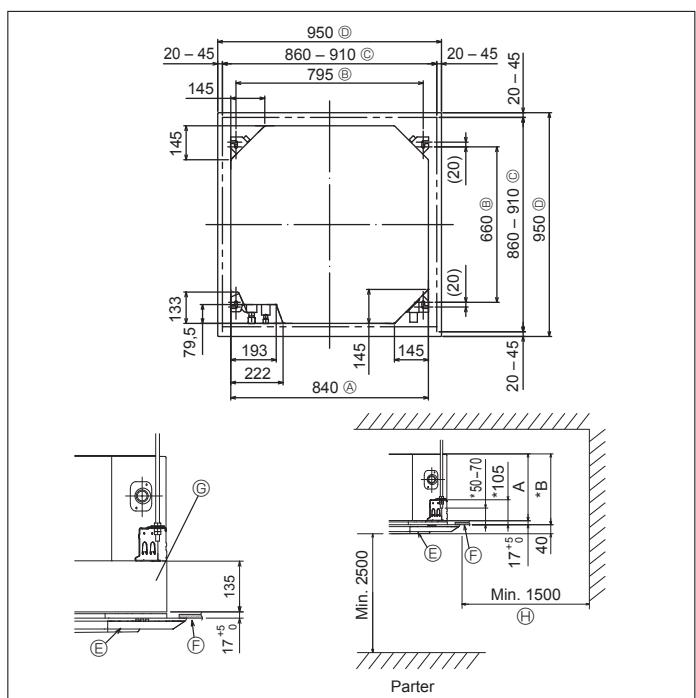

Fig. 3-2
③	Osłona rury (dołącza rur czynnika chłodniczego) Mała średnica Duża średnica	1 1
④	Obejma (duża)	8
⑤	Obejma (mała)	1
⑥	Gniazdo spustowe	1
⑦	Izolacia	1
3.2. Położenie otworów w suficie i instalacja śrub podwieszających (Fig. 3-2)
- * Wyjmiary otworu w suficie można regulować w zakresie pokazanym na Fig. 3-2; wyśrodkować urządzenie główne w otworze sufitowym, upewniając się, że odległość między przeciwległymi bokami urządzenia ze wszystkich stron jest identyczna.